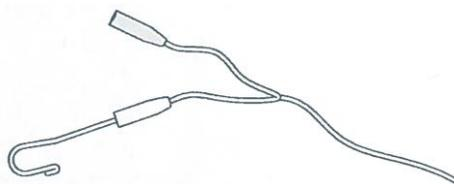

Рисунок 27
5.1.2 Вставьте загубник в белый порт измерительного провода (см. Рисунок 27).